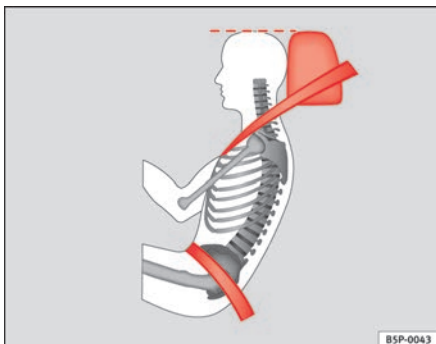

Abb. 13 Richtiger Gurtbandverlauf und richtige Kopfstützeinstellung von der Seite betrachtet
- Der Beckengurtteil des Sicherheitsgurtes muss vor dem Becken verlaufen und niemals über dem Bauch. Der Sicherheitsgurt muss flach und fest am Becken anliegen ⇒ Abb. 13. Ziehen Sie das Gurtband gegebenenfalls etwas nach.